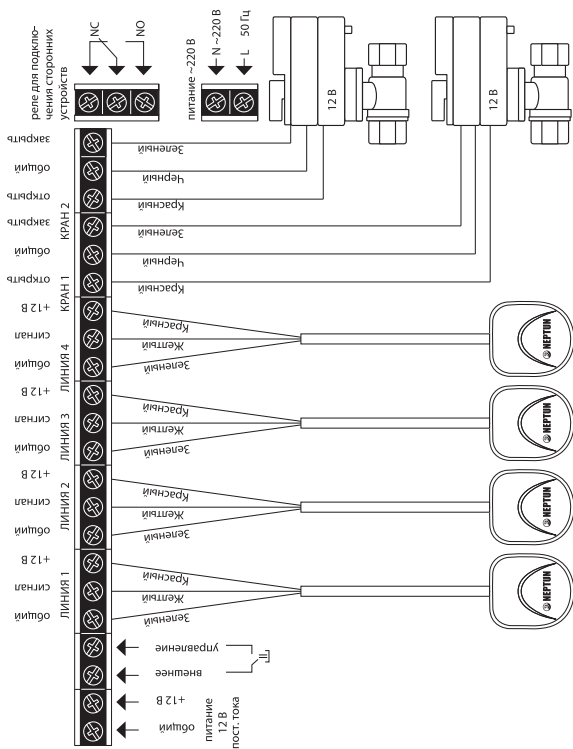
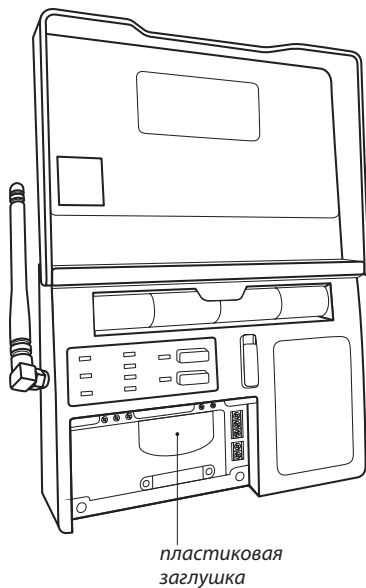

Рис. 5. Схема подключения кранов шаровых с электроприводом серии *Neptun Bugatti Pro 12 В* к модулю управления *Neptun ProWiF + WiFi*
Рис. 6. Вид модуля управления Neptune ProW+ WiFi с открытой крышкой коммутационного отсека
Модуль управления Neptun ProW+ WiFi (см. рис. 5) имеет:
Подключение прибора к сети электропитания переменного тока производите в строгом соответствии со схемой подключения (рис. 5), которая изображена на внутренней стороне крышки прибора.
3. Откройте крышку коммутационного отсека (рис. 6).
4. Выполните подключение проводных датчиков серии SW, проводов электропитания и кранов с электроприводами в соответствии со схемой на рис. 5. При необходимости, для ввода проводов в коммутационный отсек удалите пластиковую заглушку, расположенную в нижней части корпуса прибора при помощи отвёртки (рис. 6, 7).
Для этого, подключите выносной выключатель к соответствующим клеммникам модуля управления (см. рис.5).